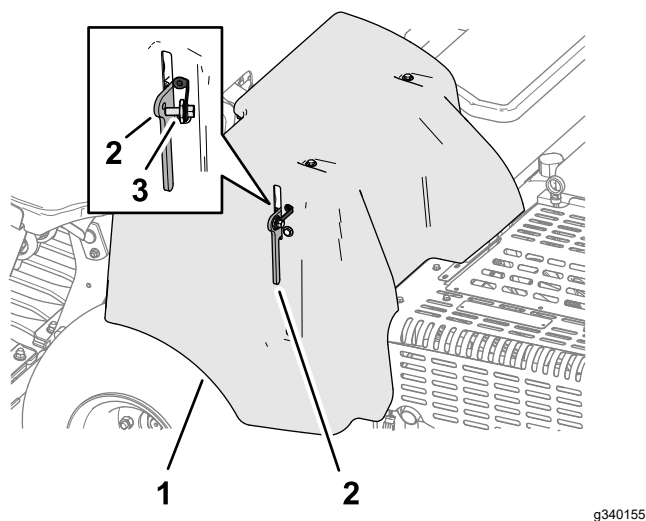

Figura 136
4. Se a tua máquina tiver um cordão de fecho da cobertura da correia CE, enrosque o parafuso do cordão no orifício do trinco da cobertura e aperte o parafuso (Figura 136).